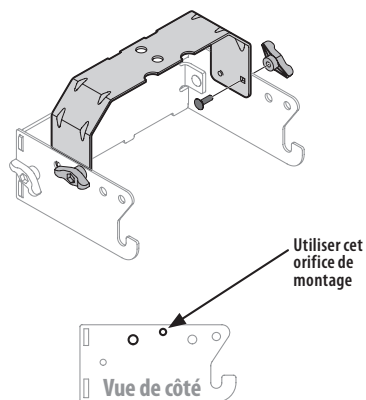

Figure 2
1. Attachez les deux supports de fixation d'attelage latéraux au support de fixation universel arrière (783-08129) à l'aide des deux boulons de carrosserie (710-0276) et des boutons à ailettes (720-04122) provenant de la trousse de quincaillerie 689-02364. Consultez la Figure 2.
2. Renversez l'assemblage et montez le crochet de support de l'attelage comme illustré à la Figure 2.